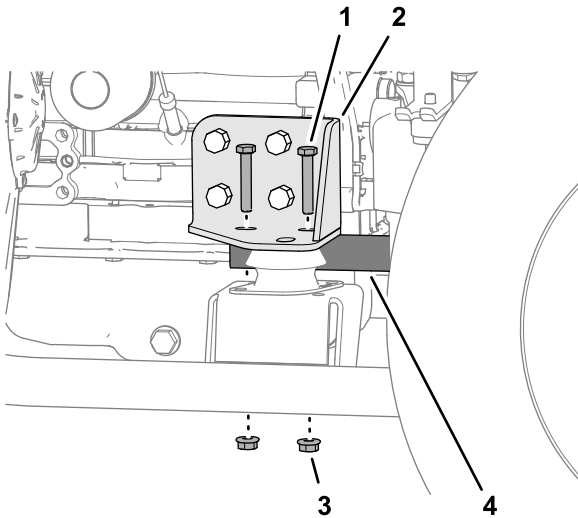

Bild 91
6. Entfernen Sie die zwei Schrauben und zwei Muttern, mit denen das Drehsperrohr an der rechten Motorbefestigung befestigt ist (Bild 91).